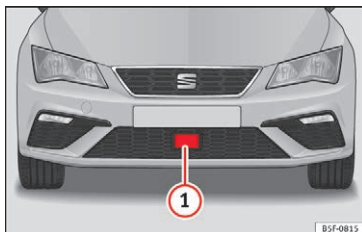

Fig. 199 I forreste stødfanger: radarsensor
Der er monteret en radarsensor i den forreste stødfanger, som skal registrere trafiksituationen »» **Fig. 199 ①**. På den måde kan forankørende biler registreres op til en afstand på ca. 120 m.